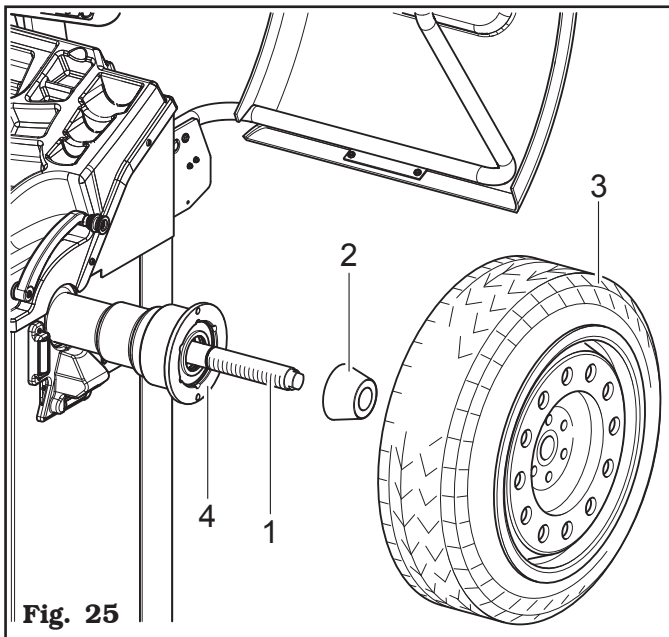

Fig. 25
1. Ta bort alla typer av främmande föremål från hjulet (**Fig. 25 ref. 3**): existerande vikter, stenar och lera och se till att spindeln är ren (**Fig. 25 ref. 1**) och området för centrerings av fälgen, innan hjulet fästs på spindeln.
2. Välj noga konen (**Fig. 25 ref. 2**) som passar för hjulet som ska balanseras. Dessa tillbehör ska ha valts efter fälgens form. Placera hjulet (**Fig. 25 ref. 3**), genom att montera konen (**Fig. 25 ref. 2**) på spindeln (**Fig. 25 ref. 1**) noggrant (annars kan det hända att denna kärvar sig) tills den kommer att stå mot stödfälsten (**Fig. 25 ref. 4**).